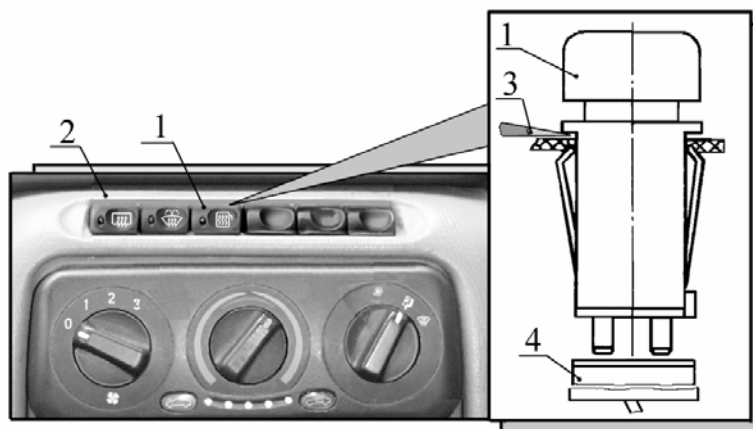

Рис.7. Замена выключателя обогрева зеркал:
10.1. Снять выключатель 1 (рис. 7) обогрева зеркал с панели 2 приборов, отжав отверткой 3 защелку, как показано на рисунке